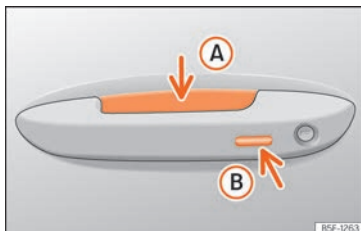

Fig. 89 Manecilla de la puerta: superficies sensoras
»» fig. 89
- Empuñe la manecilla de una de las puertas delanteras. Al hacerlo se toca la superficie sensora »» fig. 89 **A** (flecha) de la manecilla y se desbloquea el vehículo.
- Toque una vez la superficie sensora de bloqueo »» fig. 89 **B** (flecha) de la manecilla de
- »» **fig. 89 B** (flecha) de la manecilla de una de las puertas delanteras. El vehículo se bloquea con el sistema de seguridad "Safe"
- »» **fig. 89 B** (flecha) de la manecilla de una de las puertas delanteras para bloquear el vehículo sin activar el sistema de seguridad "Safe" »» **pág. 117**.
- Pulse el botón de cierre  del mando a distancia y toque una vez, dentro de los 5 segundos siguientes, la superficie sensora de bloqueo de la manecilla de la puerta del conductor »» **fig. 89 B**. No agarre la manecilla de la puerta, de lo contrario el vehículo no se bloqueará. También es posible llevar a cabo la desactivación si se bloquea el vehículo a través de la cerradura de la puerta del conductor.
Para **cerrar con la función de confort** todas las ventanillas eléctricas y el techo de cristal, mantenga un dedo durante unos segundos sobre la superficie sensora de bloqueo »» **fig. 89 B** (flecha) de la manecilla de la puerta hasta que se hayan cerrado las ventanillas y el techo.
del vehículo válida en la zona próxima. Si al menos una de las ventanillas con elevadoras eléctrico está abierta y se activa la superficie sensora »» **fig. 89 B** (flecha) de una de las manecillas de forma permanente, se cerrarán todas las ventanillas.